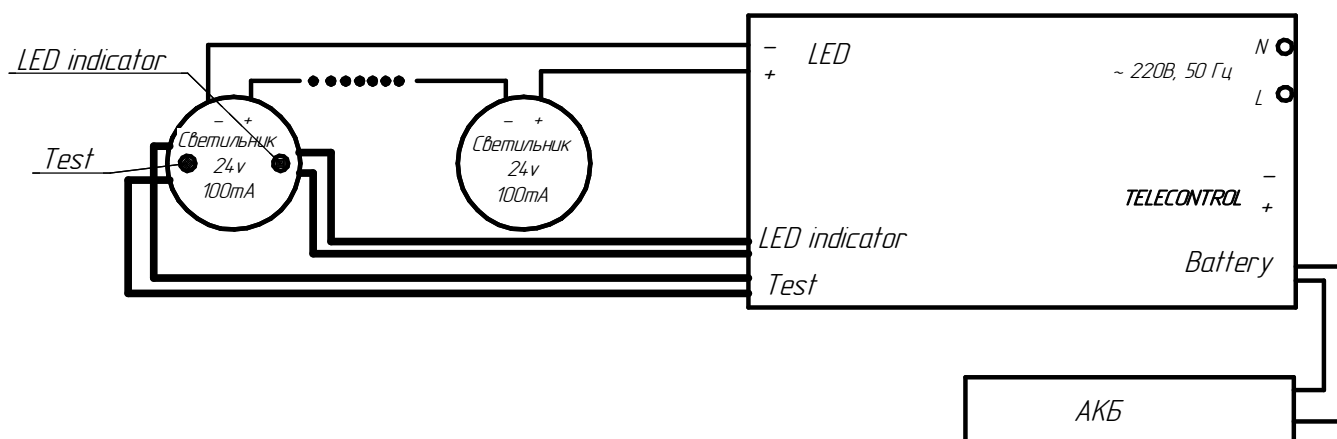

Рисунок 8 - Схема подключения светильников ДВО92-ХхХ-033, 133.
5.7 Подключение светильника с функцией TELECONTROL производить согласно схеме (рисунок 8.)